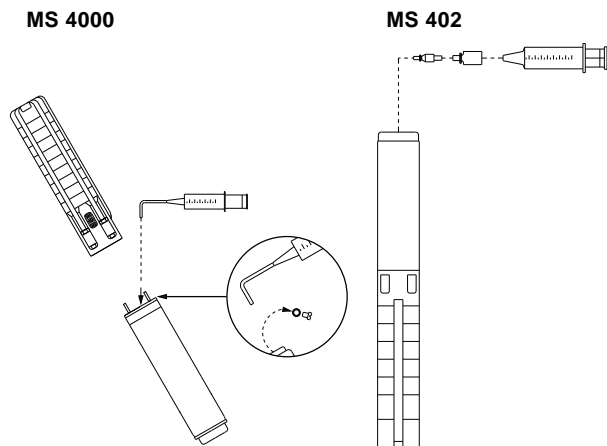

Fig. 2 Placering af pumpen under påfyldning – MS 4000 og MS 402
1. Placér dykpumpen som vist på fig. 2. Påfyldningsskruen skal være det øverste punkt på motoren.
3. Pump væske ind i motoren med fyldesprøjten, fig. 2, indtil væsken løber ud af påfyldningshullet.